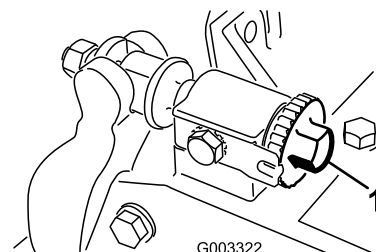

図 26
1. ベッドナイフ調整ノブ(図26)を左に回して、ベッドナイフとリールの接触を完全になくす。